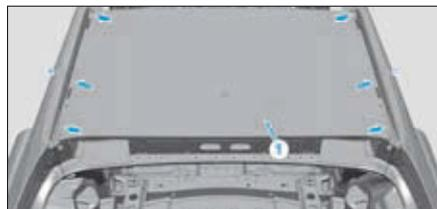

FIG. 142
- Percer les points de soudure sur le pavillon avec un foret de Ø 5 mm (flèches) dans les zones (B et C) (Fig.142).